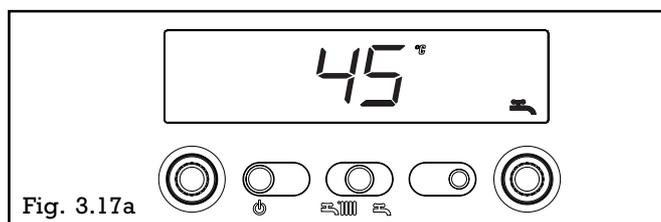

Fig. 3.17a
**Info 4** affiche la consigne de température sanitaire (fig. 3.17a)